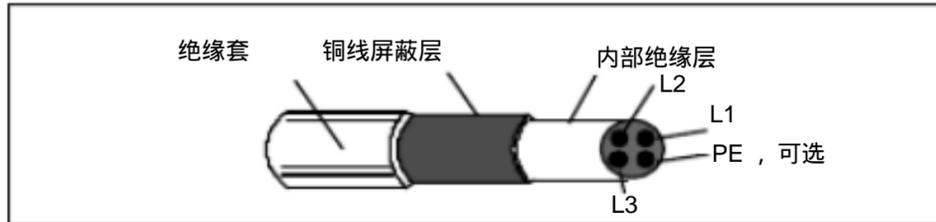

图 8 机电电缆屏蔽的最低要求（例如 Iflex-Servo-FD 780 CP, Lappkabel or MCCMK, NK Cables 电缆）
对电缆屏蔽层的要求是：完整细密，辐射率小。图 8 所示为一个有效电缆结构的例子。
* 应按照图 8 选择有效的电机屏蔽电缆。
对于 ACS 101-4K1-1 和 ACS 103-4K1-1 , 应按照图 8 选择电机电缆。
带滤波器 ACS100-FLT-C 或 ACS140-FLT-C 的导体辐射符合 EN 61800-3 (EN 50081-1) 中关于第一环境里非限制性配电的标准，电机电缆应有效屏蔽 (参见图 8) ，且最大长度为 30m 。
电机电缆长度见表 6，并应按照 图 8 选择有效的电机屏蔽电缆。在电机末端应使用 EMC 电缆密封板（例如 ZEMREX SCG 屏蔽电缆密封板 ），将电机侧电缆屏蔽层 360 度接地 。